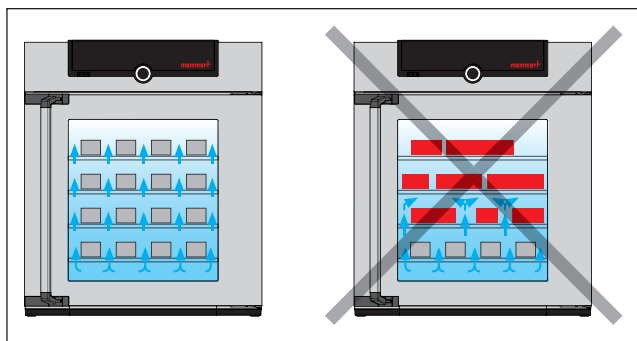

Fig. 15 Korrekt placering af påfyldningsmaterialet
- ▶ Træk dørgrebet til siden for at åbne døren (afhængigt af dørvarianten enten til venstre eller højre, Fig. 15, A).
- ▶ Skub døren i og skub dørgrebet til siden for at lukke døren (B).